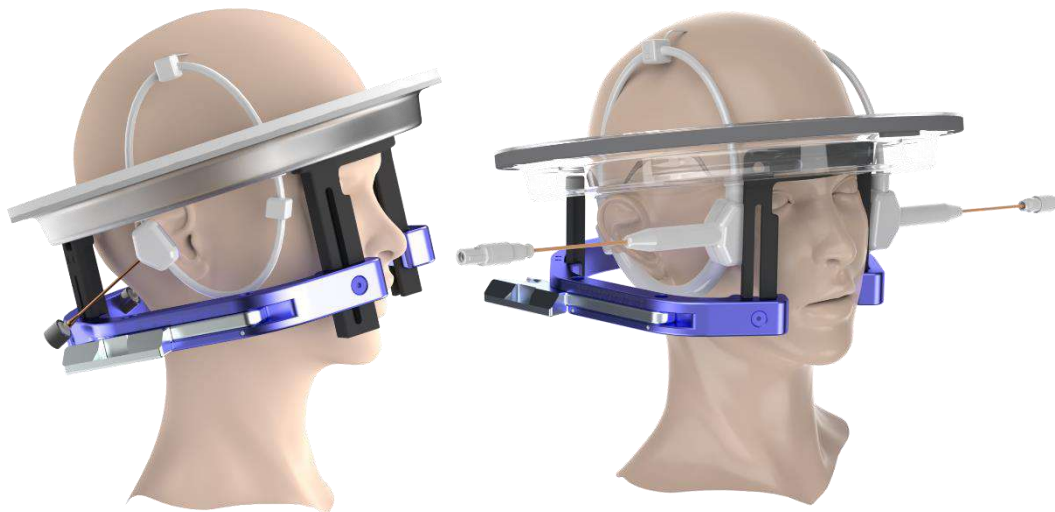
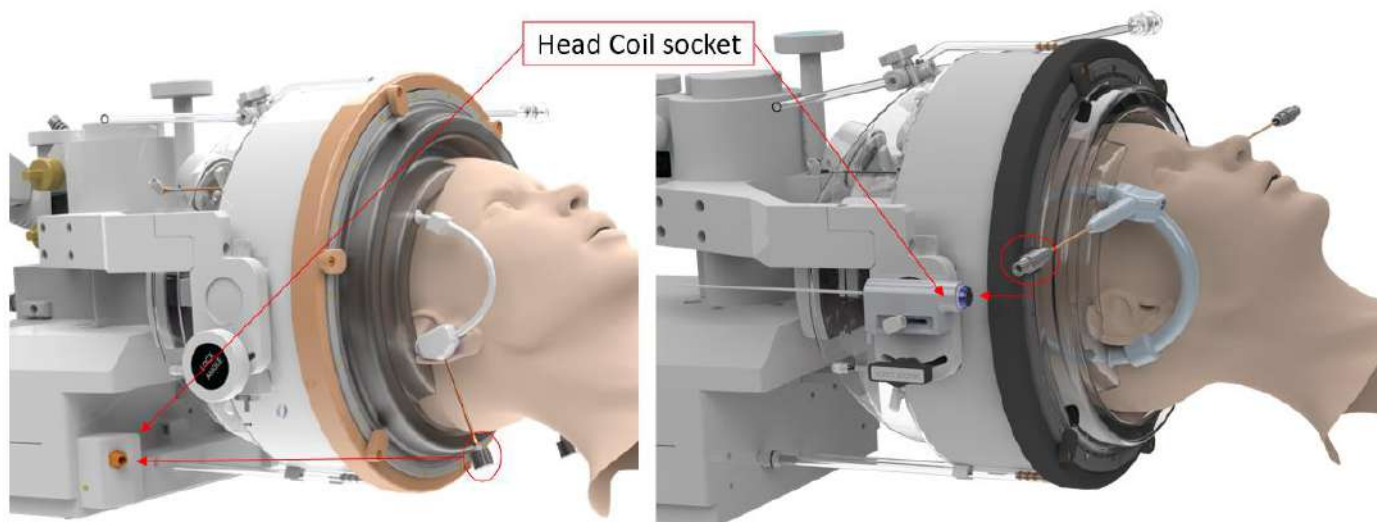

Bild 3-7: Exempel på patientmembranens positioner
Bild 3-8: Exempel på placering av patientmembran enligt huvudspolens sockelposition.
- För membran med en integrerad huvudspole: Se till att huvudspolens kontakter är i ett kompatibelt läge i förhållande till givarens spoluttagsposition (se **Bild 3-7** och **Bild 3-8**).
7. Om tillämpligt: anslut huvudspolen (se **Bild 3-8**).